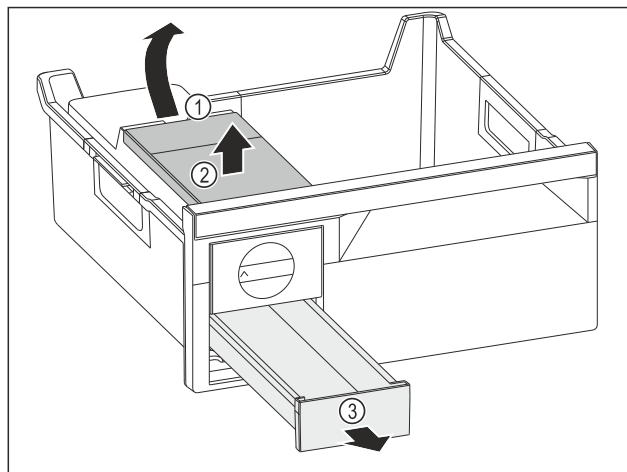

Fig. 104
- Vađenje spremnika za vodu: Podignite spremnik za vodu na otvoru Fig. 104 (1).
- Izvadite spremnik za vodu Fig. 104 (2) prema gore.
- Izvadite ladicu Fig. 104 (3) prema naprijed.